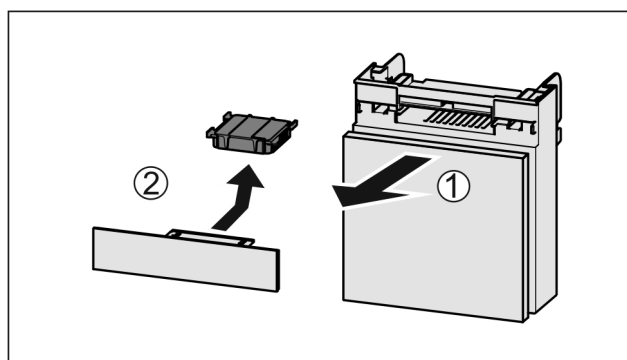

Fig. 33
- Træk rummet fremad Fig. 33 (1).
- Tag aktivkulfilteret Fig. 33 (2) ud.